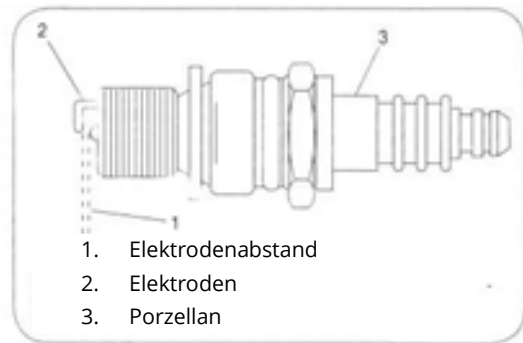

Abb. 43
4. Überprüfen Sie den Elektrodenabstand mit einem geeigneten Messwerkzeug und stellen Sie den Abstand nötigenfalls auf 0,76 mm ein. Siehe Abbildung 43.